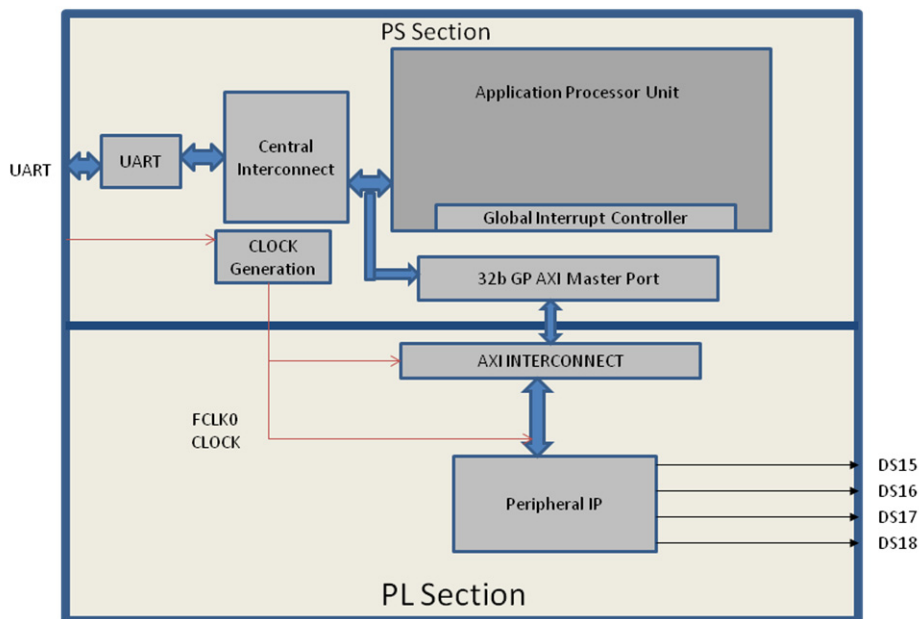

図 9-2: ブロック図
Zynq のプロセッシング ロジック (PL) で、ペリフェラル IP をスレーブとしてインスタンス化して ZC702 ボード用システムを作成し、これをプロセッシング システム (PS) の汎用 (GP) マスター ポートを介して PS プロセッサと接続します。図 9-2 にシステムのブロック図を示します。